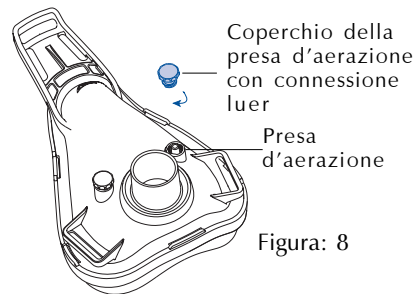

Figura: 8
- 1 Avvitare i coperchi delle prese d'aerazione con connessioni luer alle prese di aerazione (Fig. 8).